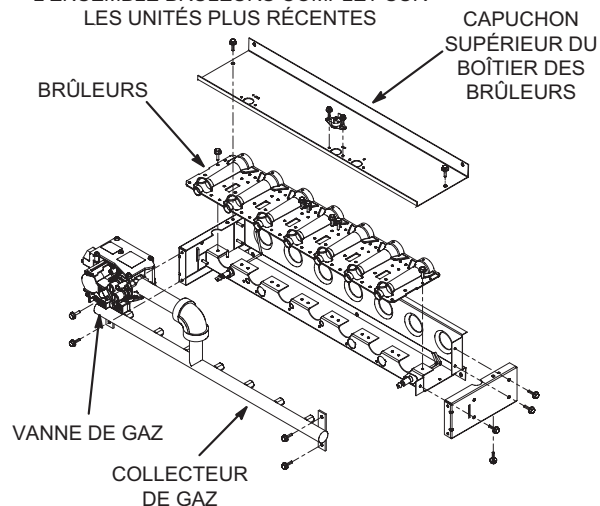
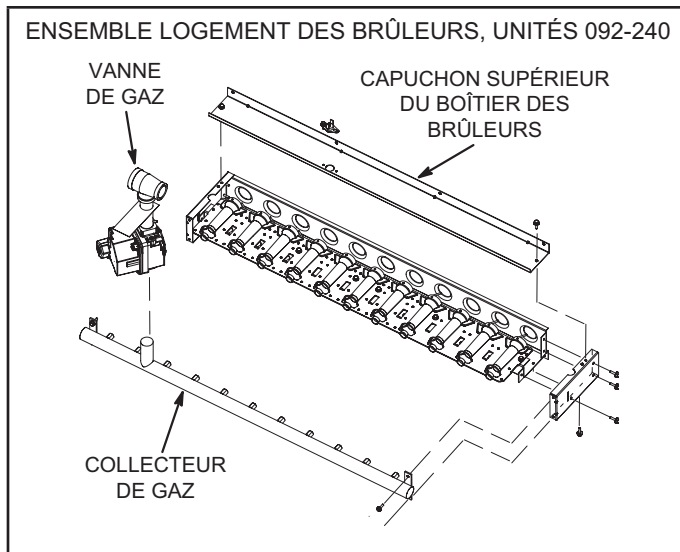

FIGURE 43
FIGURE 44
- 4 - Retirez et conservez les deux vis maintenant les brûleurs sur le support de brûleurs et soulevez chaque brûleur séparément ou l'ensemble brûleurs complet des orifices. Voir FIGURE 43 pour les unités 036 et 060 et FIGURE 44 pour les unités 092-240. Nettoyez les brûleurs au besoin.